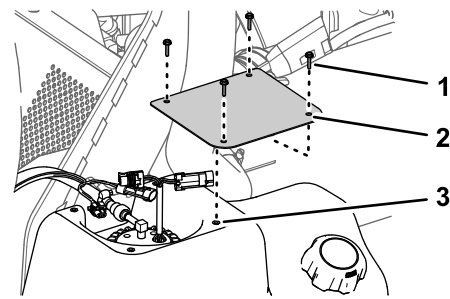

Figure 86
1. Fixez le couvercle sur le réservoir (Figure 86) au moyen des 4 vis (n° 10 x 3/4 po) retirées à l'opération 2 de Dépose du couvercle de la pompe à carburant (page 64).